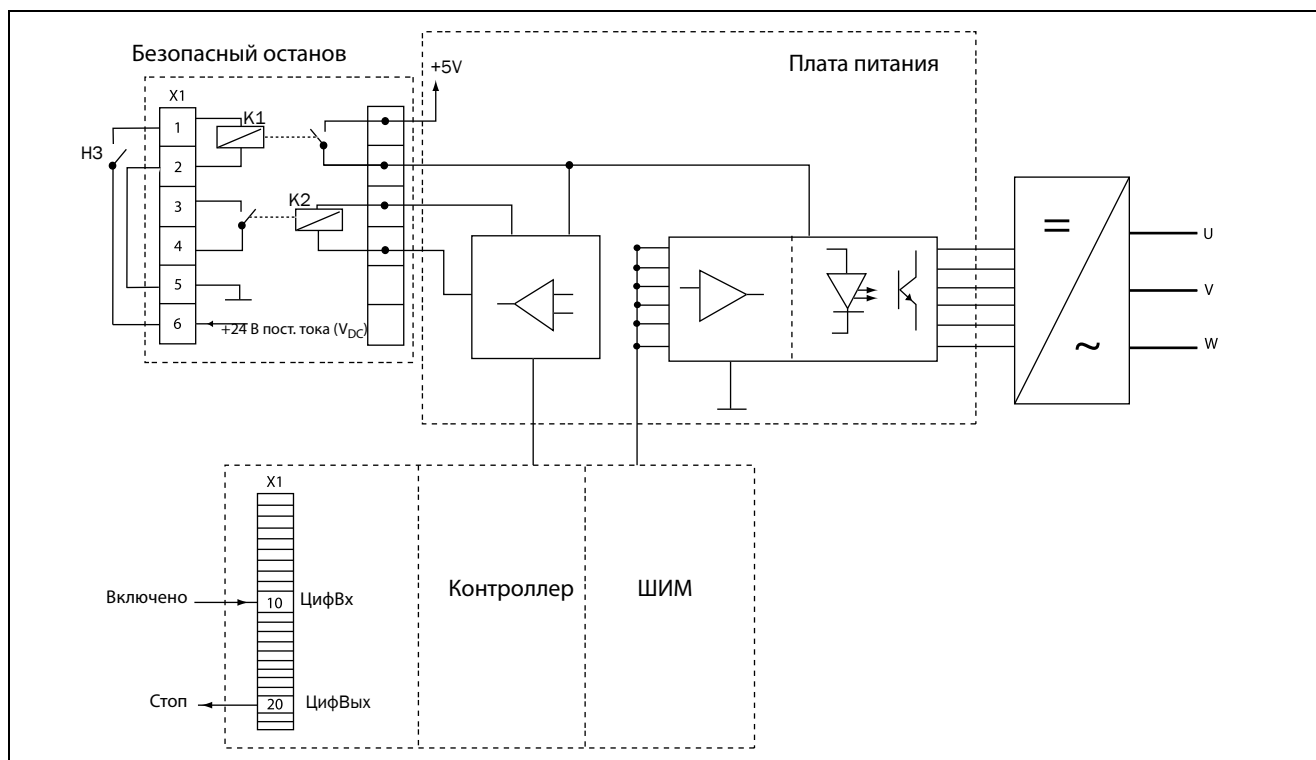

Рис. 161 Подключение функции безопасного останова
- На дополнительной плате безопасного останова необходимо активировать вход «Блокировка», подключив к клеммам 1 (Блокировка +) и 2 (Блокировка -) источник 24 В пост. тока (V_{DC}), чтобы подать напряжение питания цепей преобразователя на провода питания реле K1. См. также Рис. 161.